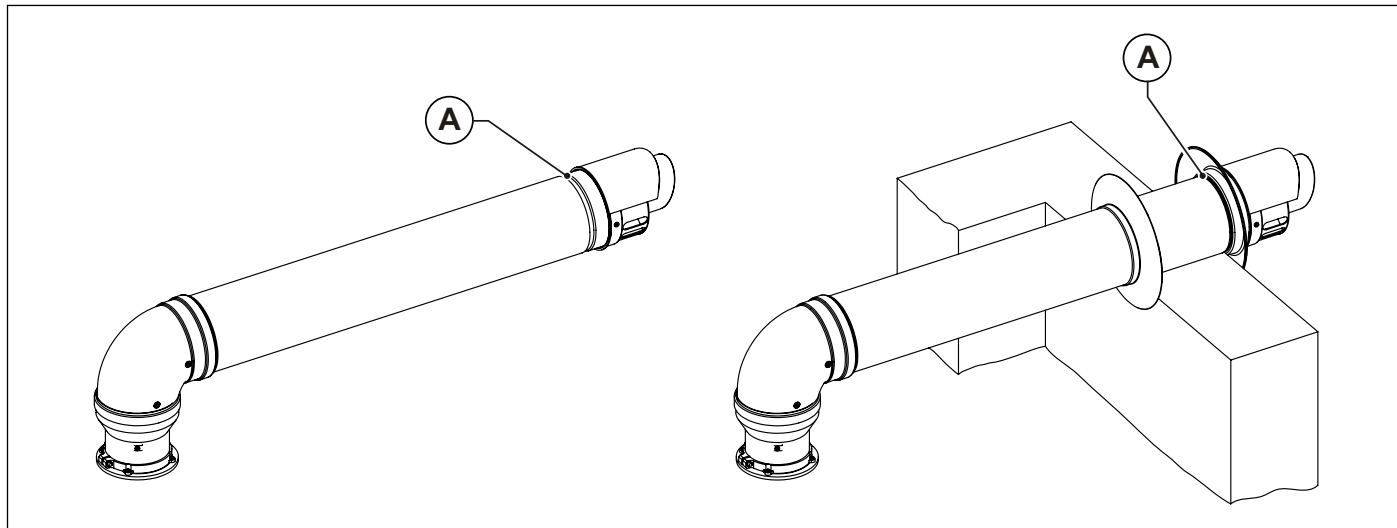

Fig. 11 Instalación terminales en el pared
Los terminales de aspiración de aire y evacuación de los humos, desdoblados y coaxiales, están dotados de un canal (A) en la parte final para la fijación del rosetón externo (ver Fig. 11 Instalación terminales en el pared).